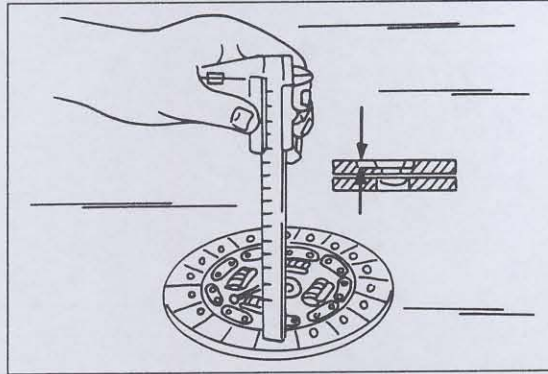

Bild 213
- Kupplungsbeläge auf Wiederverwendbarkeit kontrollieren, indem man mit einer Tiefenlehre von der Oberfläche der Beläge bis auf die Oberseite der Nietenköpfe ausmisst (Bild 213). Falls das Mass weniger als 0,30 mm beträgt, muss die Scheibe erneuert werden. Die Scheibe ebenfalls erneuern, falls das Mass bald erreicht ist.